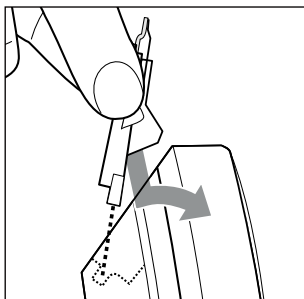

Fig. 10
- 2) Utilice el cepillo de limpieza ❶b (incluido en el volumen de suministro) para retirar los restos de pelo del cabezal de corte ❶.
- 3) Limpie el cabezal de corte ❶ bajo el agua corriente. No utilice ningún otro líquido para la limpieza.
- 4) Deje secar el cabezal de corte ❶.
- 6) Coloque el saliente del cabezal de corte **1** bajo el borde posterior de la carcasa. Presione el cabezal de corte **1** hacia abajo para introducirlo en el soporte del saliente y, tras esto, desplácelo hacia delante hasta que encastre audiblemente en el aparato (consulte la fig. 10).